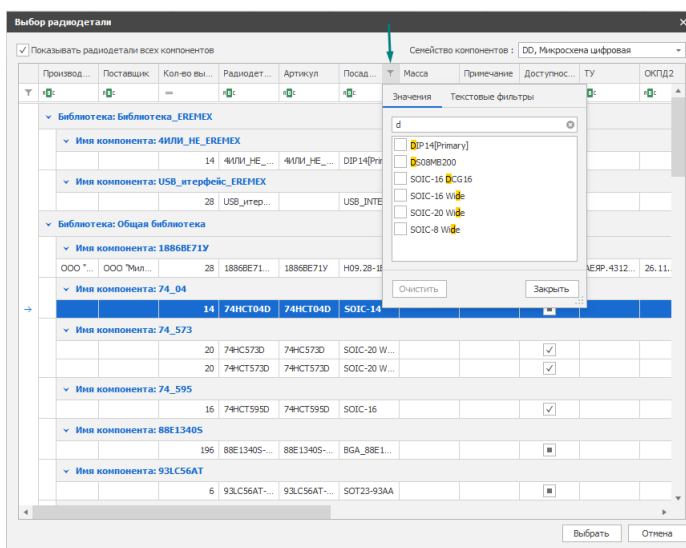

Рис. 96 Выбор значения атрибута в фильтре
4.1. При выборе вкладки «Значения» формируется перечень всех значений данного атрибута, заданных при создании компонента, см. Рис. 96.